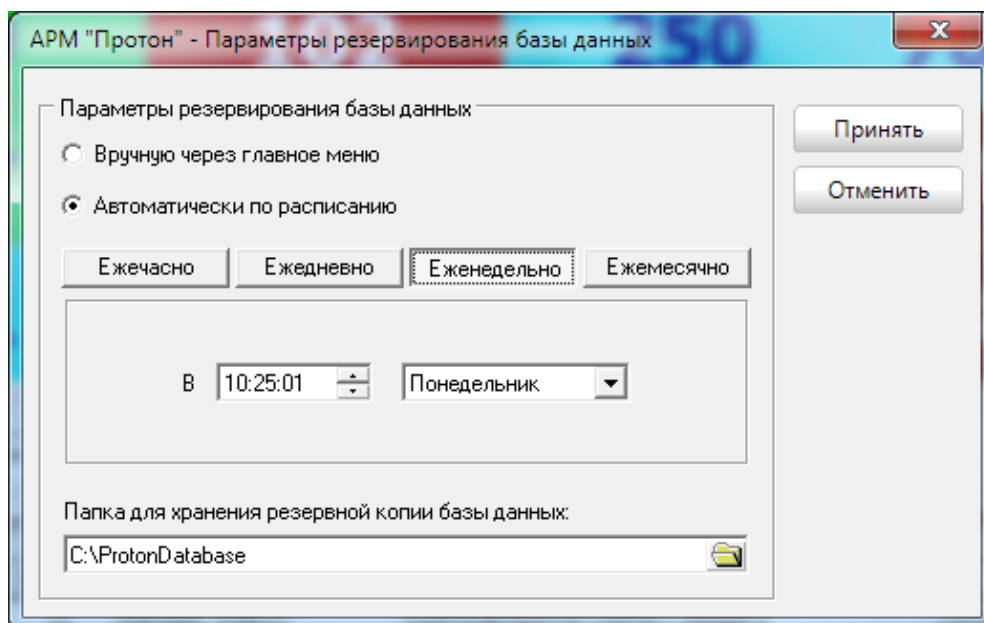

Рисунок 45
- еженедельно в определённый день недели в определённое время (Рисунок 45),